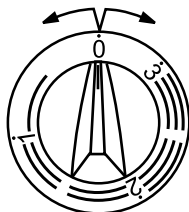

Рис. 6
- Варочные зоны керамических поверхностей включаются и отключаются посредством ручек регулирования (Рис. 6), расположенных на панели управления. Ручки поворачиваются в двух направлениях.